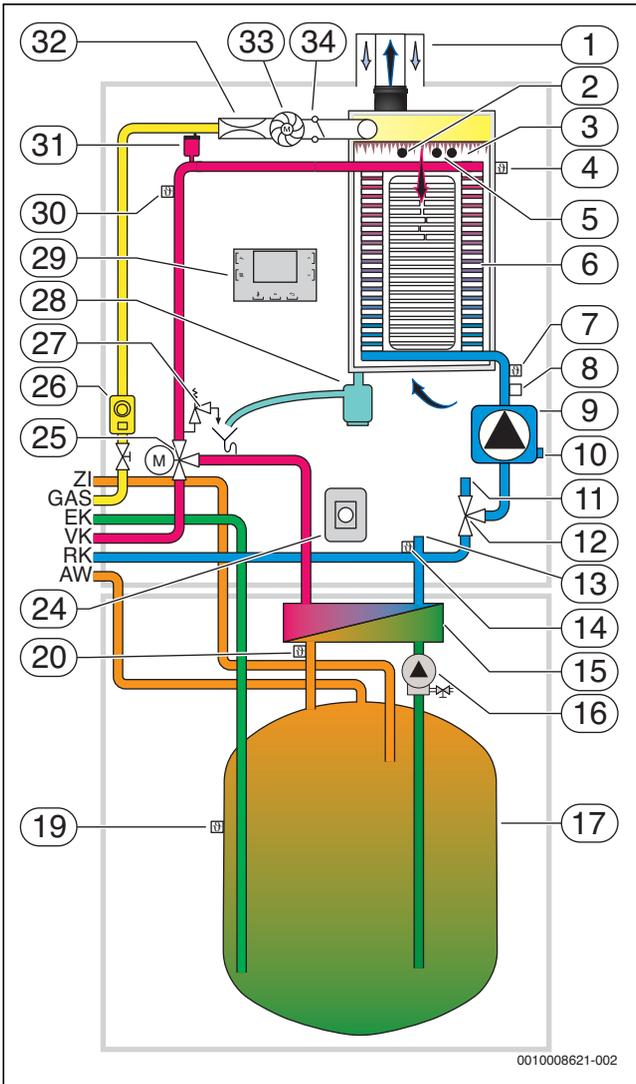
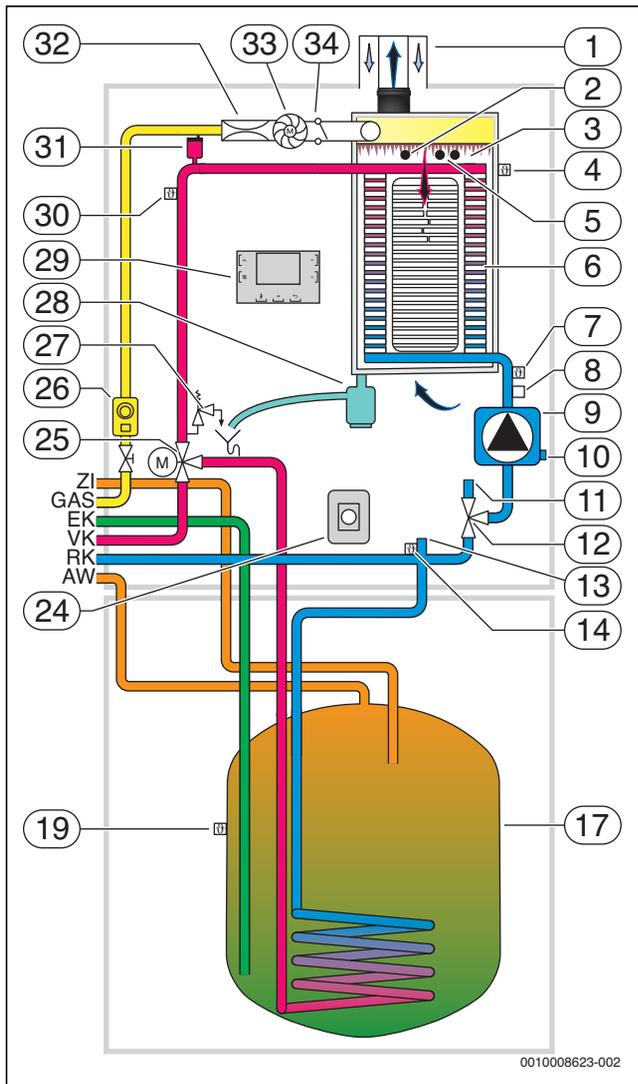

Bild 9 Funktionsschema Logamax plus GB192... iT...S
Bild 11 Funktionsschema Logamax plus GB192... iT...
Legende zu Bild 9 bis Bild 11:
Das Gebläse (→ Bild 6 bis Bild 8, [17]; → Bild 9 bis Bild 11, [30]) saugt die für den Verbrennungsprozess erforderliche Verbrennungsluft an. Der Verbrennungsluft-Überdruck befördert das bei der Verbrennung entstehende Abgas in die Abgasanlage.
Bei den Gas-Brennwertgeräten Logamax plus GB192i(T) besteht die KombiVENT Gas-Luft-Verbundeinheit aus Gebläse, Gasarmatur und Venturidüse (→ Bild 6 bis Bild 8, [15] bis [17]; → Bild 9 bis Bild 11, [24] bis [29]). Sie ist direkt am Brenner montiert. Je nach Gebläsedrehzahl und dem resultierenden Luftvolumenstrom entsteht in der Venturidüse ein definierter Unterdruck. Über diesen Unterdruck wird die erforderliche Gasmenge dosiert. Das Gas und die Verbrennungsluft vermischen sich vollständig im Gebläse.